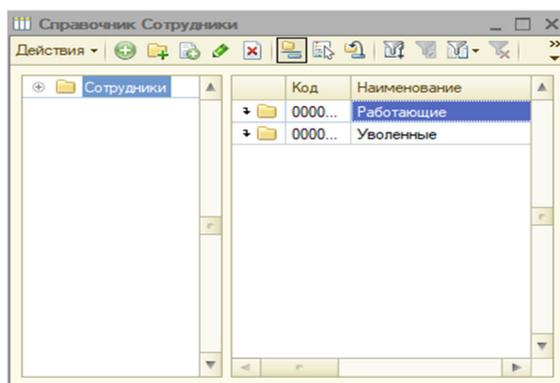

Рис. 1.4. Справочник «Сотрудники»
4. В справочнике «Сотрудники» сделаем распределение по двум группам: «Работающие» и «Уволенные» (рис. 1.4).